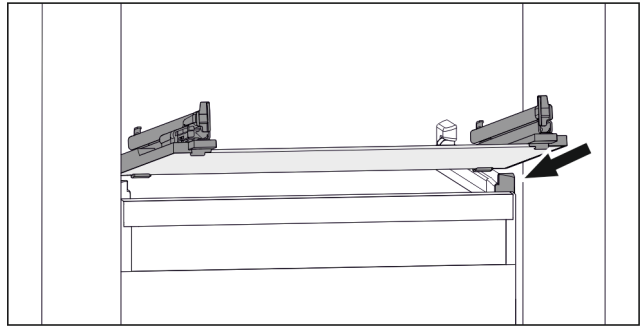

Fig. 168 Примерно изображение на стъклената плоча
- ▶ Поставете стъклената плоча под ъгъл зад ограничителите. (виж Fig. 168)